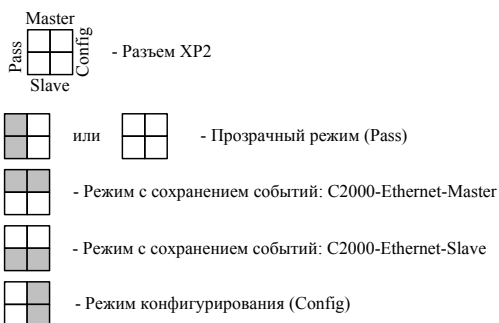

Рисунок 1 Соответствие положения джампера разъема XP2 режиму работы «C2000-Ethernet»
Режим работы прибора «C2000-Ethernet» задается положением джампера на разъеме XP2 (рис. 1). Закрашенные квадраты соответствуют установленному состоянию джампера.
1.4.3.1 Перевести «C2000-Ethernet» в режим конфигурирования (положение джампера – «Config») (рис. 1).